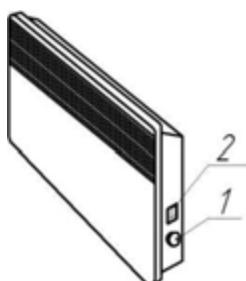

Рис. 5 Размещение органов управления конвекторов (IP20)
5.7 Переведите клавишу выключателя (клавиши ступенчатого регулятора мощности) в отключённое положение «0», ручку терmostата установите в положение «*» (совместите знак «*» на ручке с меткой на корпусе конвектора или блока управления). Конвектор готов к работе (расположение органов управления конвектором приведено на рис. 5, 6).
Внимание! Категорически запрещается включать и эксплуатировать конвектор без его закрепления на кронштейнах на стене или без установленных опор на полу. Включать и эксплуатировать конвектор допускается только в положении, показанном на рис. 5, 6 (воздухозаборной решёткой вниз). При первом включении конвектора возможен запах от испарения консервационных материалов. Рекомендуется проветрить помещение.